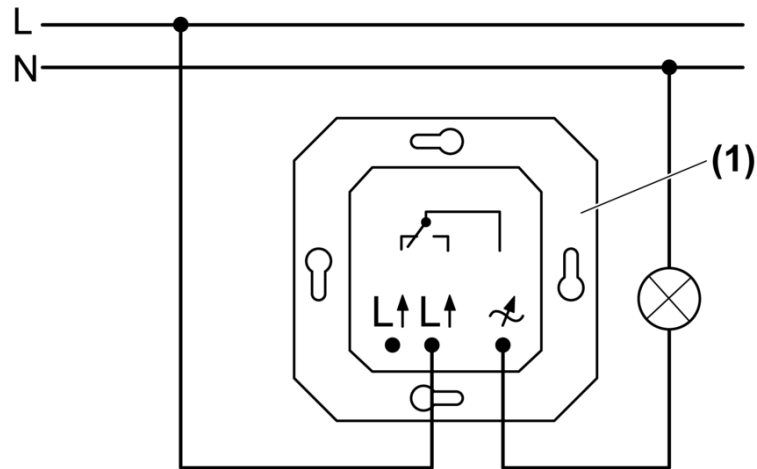

Figura 2: Schema di collegamento
- Collegare il variatore di luce (1) come da schema di collegamento (figura 2).